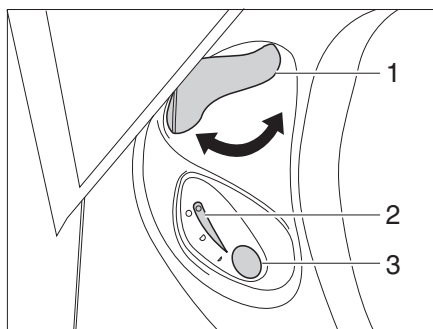

Fig. 160 Unidad de mando inodoro Thetford
- Antes del lavado, abrir la corredera del inodoro Thetford. Para ello, girar la palanca de corredera (Fig. 160,1) en sentido contrario a las agujas del reloj.
- Para lavar, pulsar el botón de lavado azul (Fig. 160,3).
- Tras el lavado, cerrar la corredera. Para ello, girar la palanca de corredera (Fig. 160,1) en sentido de las agujas del reloj.
La luz de control (Fig. 160,2) se enciende cuando es necesario vaciar el cassette Thetford.
- Girar la palanca de corredera (Fig. 160,1) en sentido de las agujas del reloj. Se cierra la corredera. Para el vaciado **debe** estar cerrada la corredera en el inodoro Thetford.